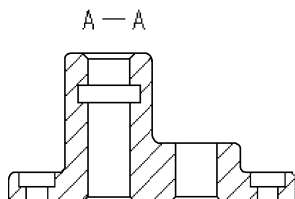

图 10-131 修改标记文字内容
(16) 切换至【注释】选项卡，出现【注释】面板组，在主视图中，双击文字“截面 A—A”，弹出【注解属性】对话框，在【文本】编辑区中删除“截面”及其后的空格，单击【确定】按钮完成注解文字修改，主视图如图 10-131 所示。